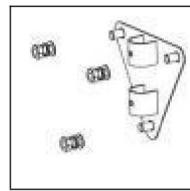
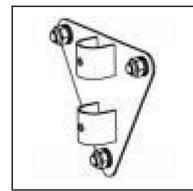

Figure 3.
Figure 4.
3). Installez le panneau mural (2) sur le mur et verrouillez trois écrous (3). Vous pouvez vous devez utiliser une petite clé. Voir le (Fig.3.) (Fig.4.)